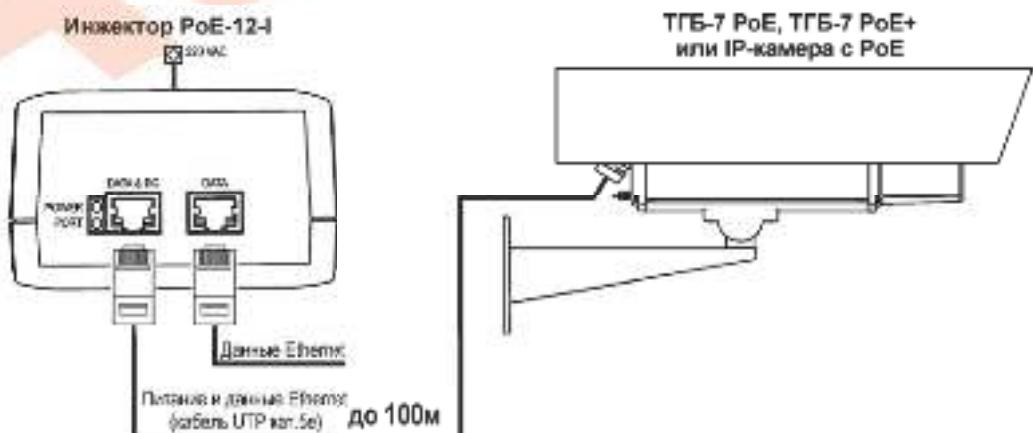

Рис.2 Схема подключения инжекторов PoE-12-I
1. Подключите коммутатор (hub/switch) стандартным сетевым кабелем к разъему «Data» инжектора PoE-12-I (см. рис. 2).